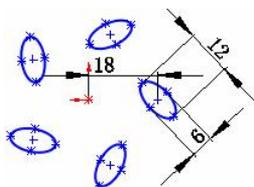

图 1.4.6 圆周草图阵列
Step5. 单击 按钮，完成圆周草图阵列，如图 1.4.6 所示。